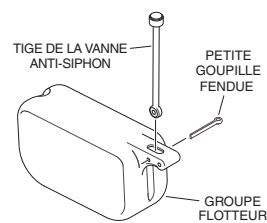

Figure 2
3. Placez la tige de la vanne anti-siphon dans la fente du flotteur puis faites glisser la goupille fendue de 1-1/8" (la plus petite des deux goupilles fendues) à travers le flotteur et la tige de la vanne (voir figure 2). Ouvrez ensuite légèrement l'extrémité de la goupille. Lorsqu'il est correctement monté, le groupe tige de vanne doit pivoter sans accrocher autour de la goupille fendue à l'intérieur du flotteur.